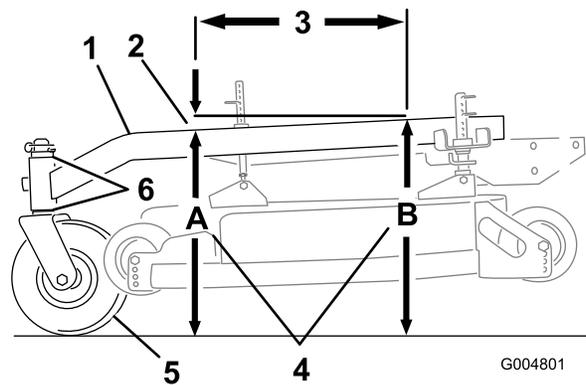

Figure 71
2. Mesurez la hauteur du bâti porteur au point **A** (Figure 71).
3. Mesurez la hauteur du bâti porteur au point **B** (Figure 71).
4. La hauteur au point **A** doit être inférieure de 3 à 10 mm (1/8 à 3/8") par rapport au point **B** (Figure 71).
5. Si ce n'est pas le cas, déplacez les entretoises des roues pivotantes de manière à obtenir l'inclinaison voulue de 3 à 10 mm (1/8 à 3/8") (Figure 71). Déplacez les entretoises en haut ou en bas pour corriger l'inclinaison.
L'inclinaison avant/arrière du bâti porteur doit être comprise entre 3 mm (1/4") et 9 mm (3/8") sur 61 cm (24") de sa longueur (Figure 71).
1. Mesurez 61 cm (24") sur le bâti porteur (Figure 71).